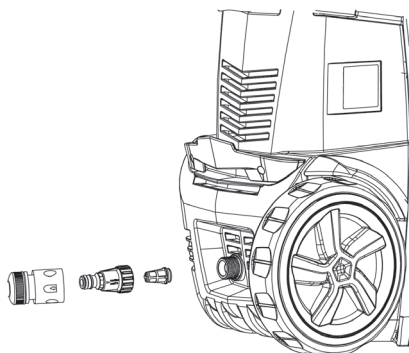

Рисунок 4. Схема встановлення вхідного водяного фільтра та вхідного рукава.
2. Під'єднати до вхідного штуцера нарізкою сітчастий фільтр тонкої очистки (рис. 4) та надійно затягнути стик від руки не прикладаючи надмірних зусиль – герметичність пластикового стику забезпечує гумова прокладка.
3. Приєднати вхідний рукав до фільтра швидкофіксуючим перехідником. (Рис. 4).
1. Блокування клавіші подачі води на пістолеті високого тиску (рис. 4) захищає від випадкового запуску апарату. Використовувати її під час зміни робочої позиції.